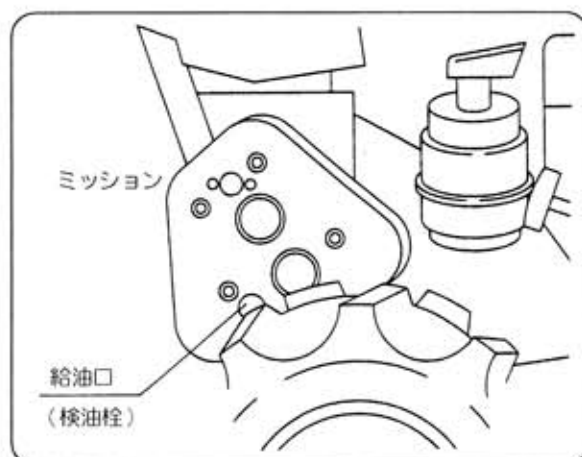

図49
- 2 トランスミッションの検油栓を外してください。(図49)
- 6 注油栓を確実に挿入してください。(図49)